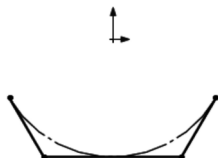

图 3-22 剪裁后草图图形
- [5] 在完成剪裁草图时释放指针，然后单击【确定】按钮, 剪裁后草图图形如图 3-22 所示。